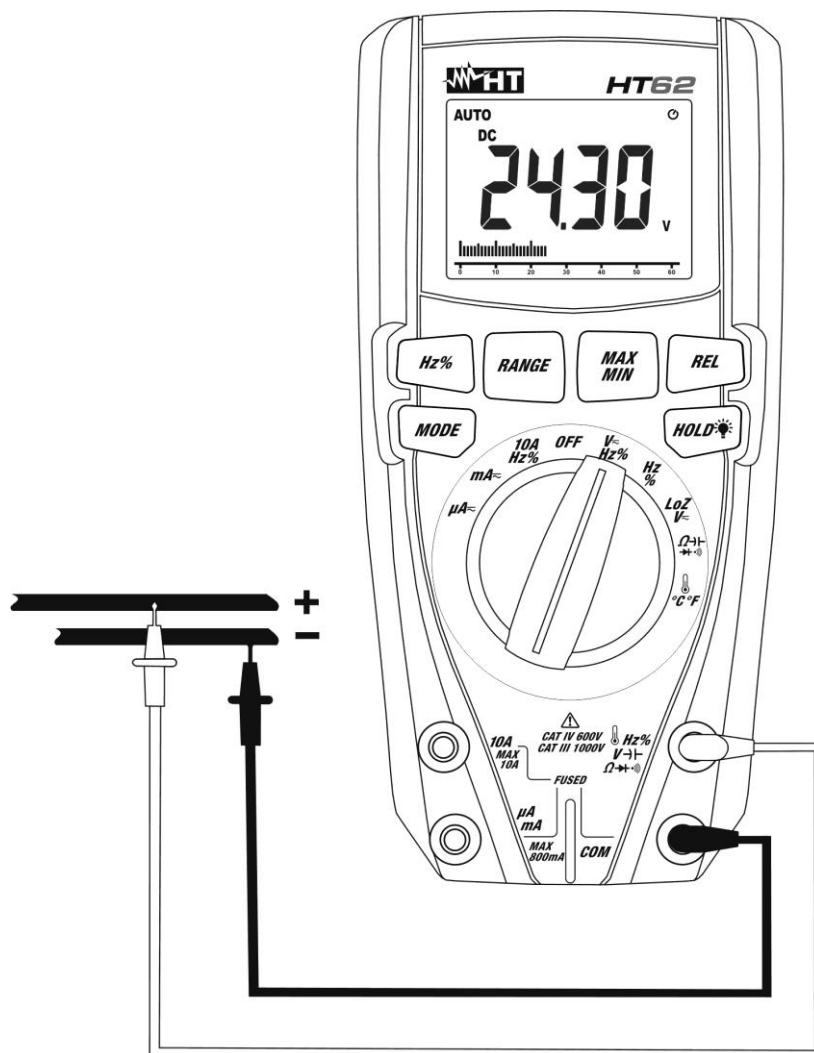
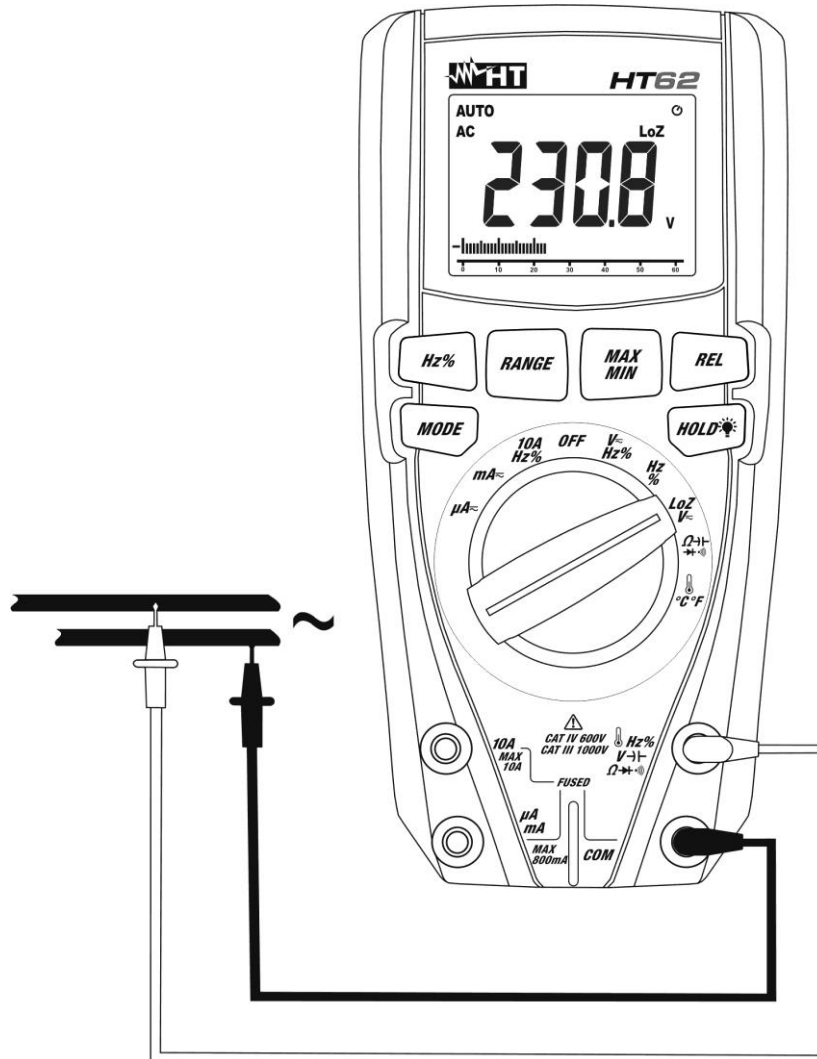

Fig. 2: Uso do instrumento para a Medição de Tensões CC
Fig. 4: Uso do instrumento para a Medição de Tensões CA/CC com a função LoZ
4. Colocar a ponteira vermelha e a ponteira preta respetivamente nos pontos com potencial positivo e negativo do circuito em exame (ver Fig. 2). O valor da tensão é apresentado no display.
6. A visualização do símbolo "-" no display do instrumento indica que a tensão tem sentido oposto em relação à conexão da Fig. 2.
4. Colocar a ponteira vermelha e a ponteira preta respetivamente nos pontos do circuito em exame (ver Fig. 4) para a Medição de Tensões CA. Colocar a ponteira vermelha e a ponteira preta respetivamente nos pontos com potencial positivo e negativo do circuito em exame (ver Fig. 2) para a Medição de Tensões CC. O valor da tensão é apresentado no display.